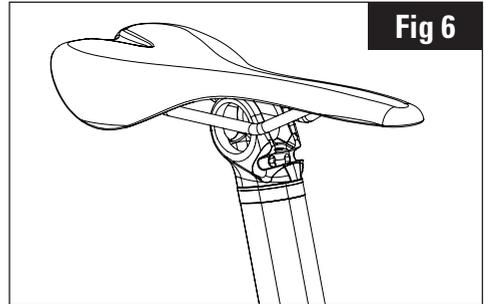

Fig 6
1. Lubrificare le viti (7)
2. Posizionare la sella Monolink® sull'E-POST 2 EVO (Fig.6)